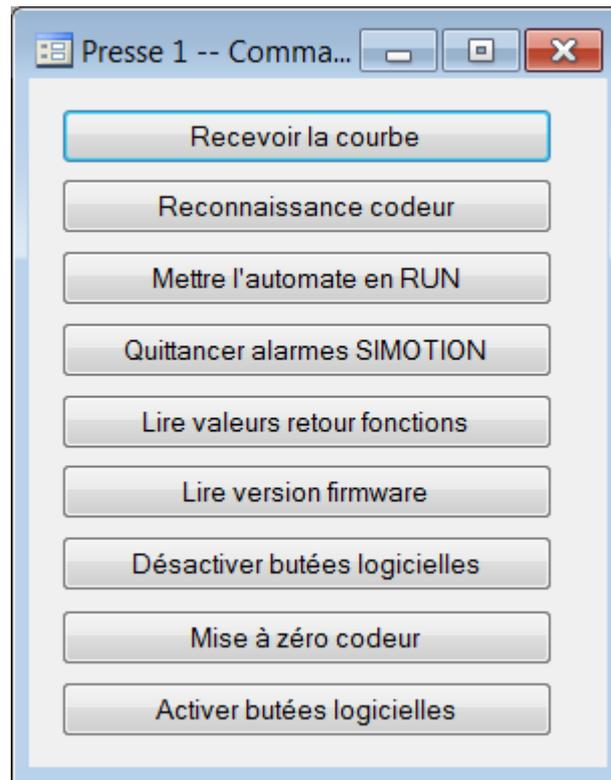

Figure 1: Menu des commandes "Expert"
1. Dans l'arborescence du projet du logiciel MecaMotion, faites un clic-droit sur l'onglet "**Presse**", dans le menu déroulant qui s'affiche, sélectionnez "**Commande expert**". La fenêtre de la figure 1 s'ouvre.